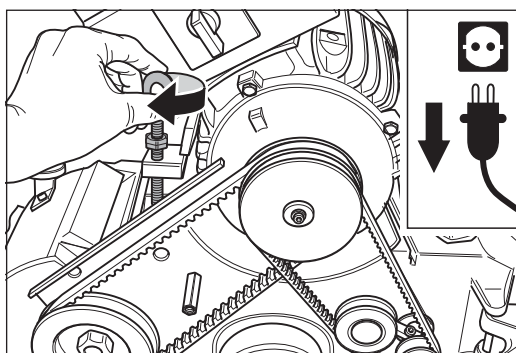

Abb. 65 Die beiden Keilriemen auflegen und zum Spannen die Ringschraube am Motor im Uhrzeigersinn drehen.
- 6 Legen Sie die beiden Keilriemen auf die Keilriemenscheiben auf und drehen Sie die Ringschraube am Motor im Uhrzeigersinn (Abb. 65). Dadurch werden die Keilriemen gespannt.